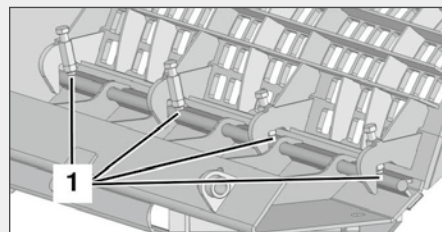

Abb. 11: Obere Befestigung des Heckkorbwechselgitters an der Heckkorbwechselgitteraufnahme
16. Heckkorbwechselgitter mit den vier Sechskantschrauben (Abb. 11/1) und Sechskantmuttern oben an der Heckkorbwechselgitteraufnahme fest anziehen.